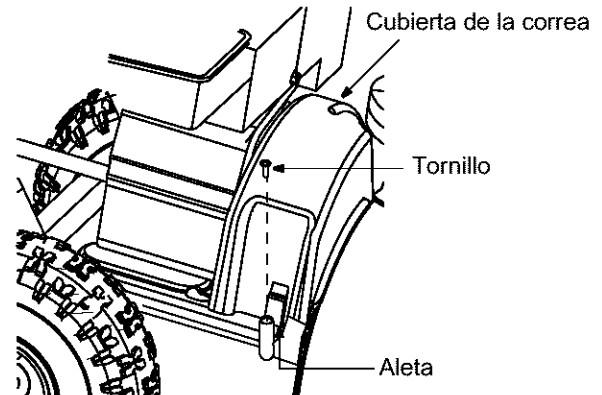

Figura 12
3. Quite el tornillo demostrado en el cuadro 11, y empuje la cubierta de la correa para lanzar las lengüetas plásticas. Empuje la cubierta de la correa de alrededor del motor y el canal. Sáquela y guárdela. Ver Figura 12 .